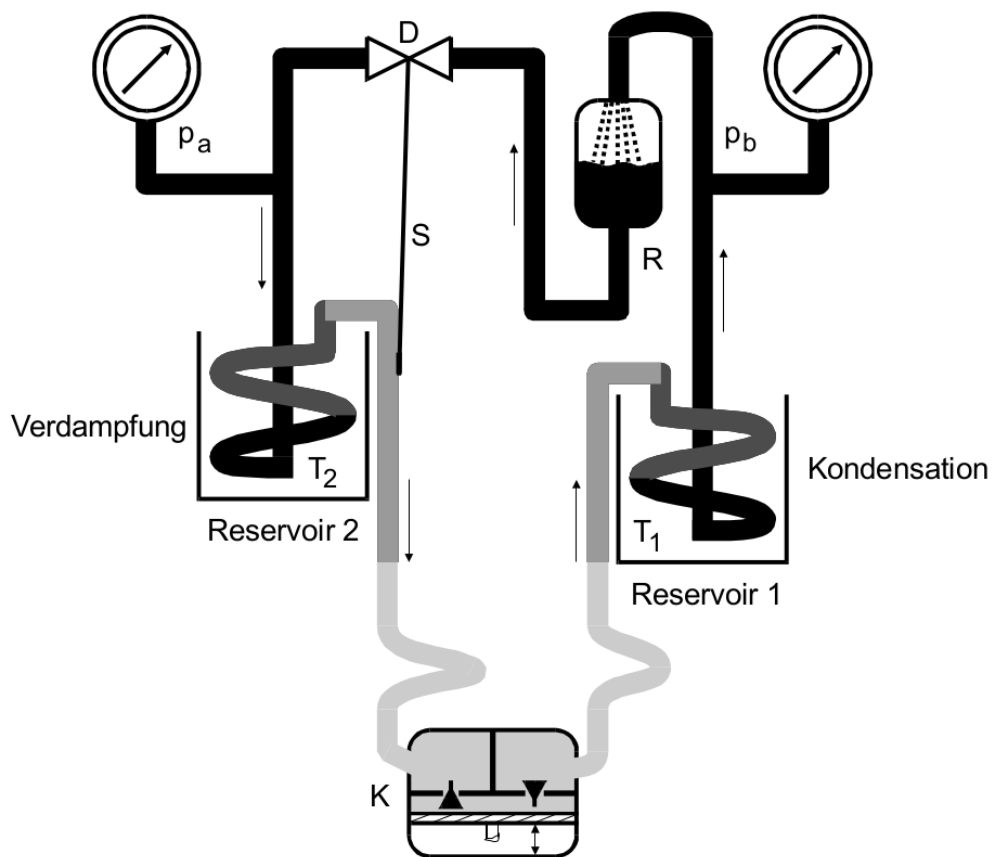

Abbildung 1: Prinzipieller Aufbau einer Wärmepumpe [1]
In Abbildung 1 ist T_2 das wärmeabgebende und T_1 das wärmeaufnehmende Reservoir. Der Wärmetransport erfolgt dabei über ein reales Gas, welches beim Fluss durch T_2 verdampft wird, also Wärme aufnimmt und in T_1 wieder verflüssigt wird und dabei seine aufgenommene Wärme wieder abgibt. (1)